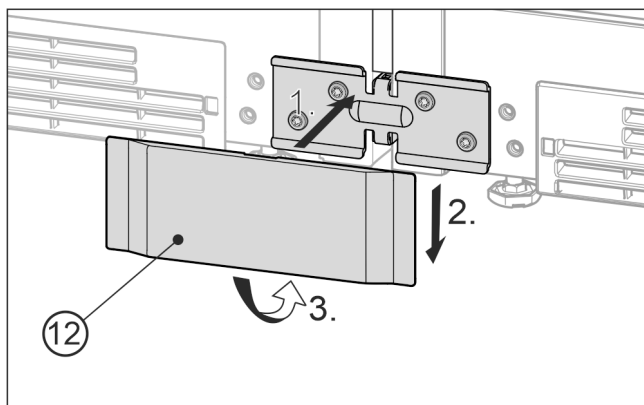

Fig. 24 Példaként szolgáló ábrázolás
- ▶ Helyezze az alsó fedelet Fig. 24 (12) előlről a rögzítővasra Fig. 24 (1), tolja lefelé Fig. 24 (2), majd alul pattintsa be Fig. 24 (3).